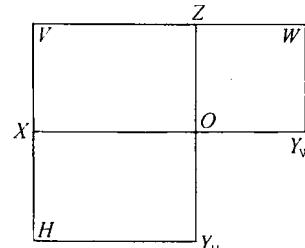

图 1—7 三投影面体系的展开
(6) 三面正投影图。这是将物体放在所建立的三面投影体系中间, 按图 1—9 所示箭头方向, 用正投影的方法, 分别向  $V$  面、 $H$  面、 $W$  面投影所得到的图形。